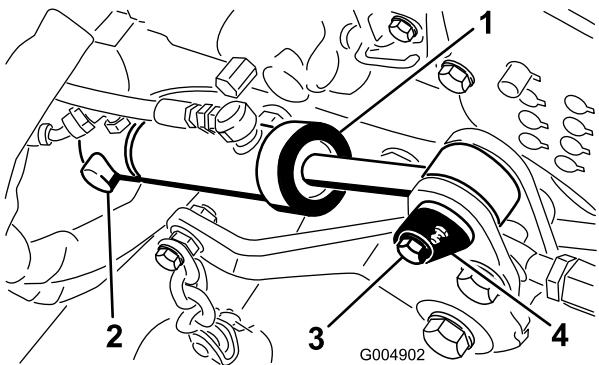
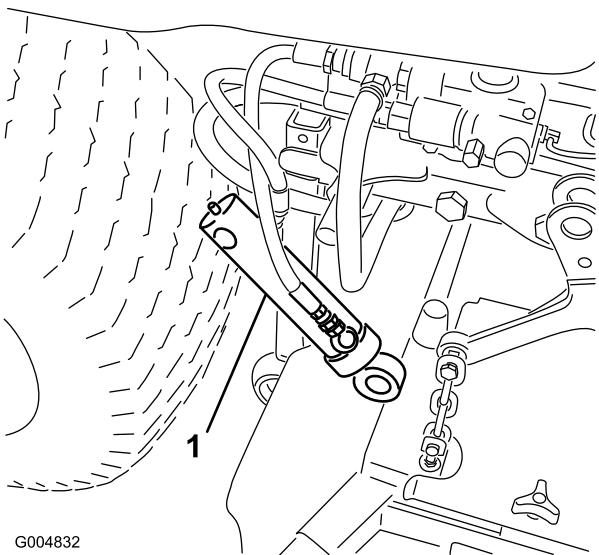

Figura 37
Figura 38
7. Retire el anillo de retención que sujetta el extremo trasero del cilindro de elevación de la carcasa al pasador de giro (Figura 37).
8. Retire el tornillo que sujeta el pasador de giro delantero del cilindro al bastidor de la carcasa de corte (Figura 37). Retire la brida que sujeta la manguera de presión y la manguera del depósito.
9. Retire el pasador de giro delantero y retire el cilindro del pasador trasero (Figura 37). Deje que el cilindro cuelgue de las mangueras sin estorbar (Figura 38).